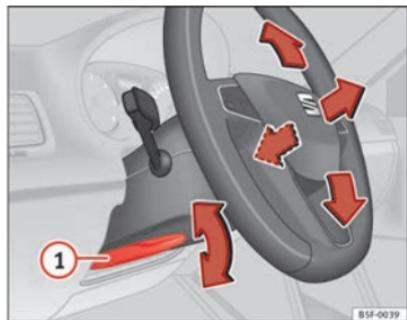

Abb. 117 Hebel auf der linken unteren Seite der Lenksäule
- Drücken Sie den Hebel ① ⇒ Abb. 117 nach unten ⇒ ⚠.